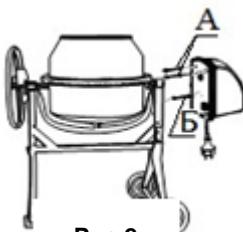

Рис.9
8. Установка блока двигателя (рис.9).
8.2. Закрепите блок с рамой двумя болтами М8х25 (А; рис.9) и одним М8Х50 (Б; рис.9) с шайбами из крепежного комплекта №7.